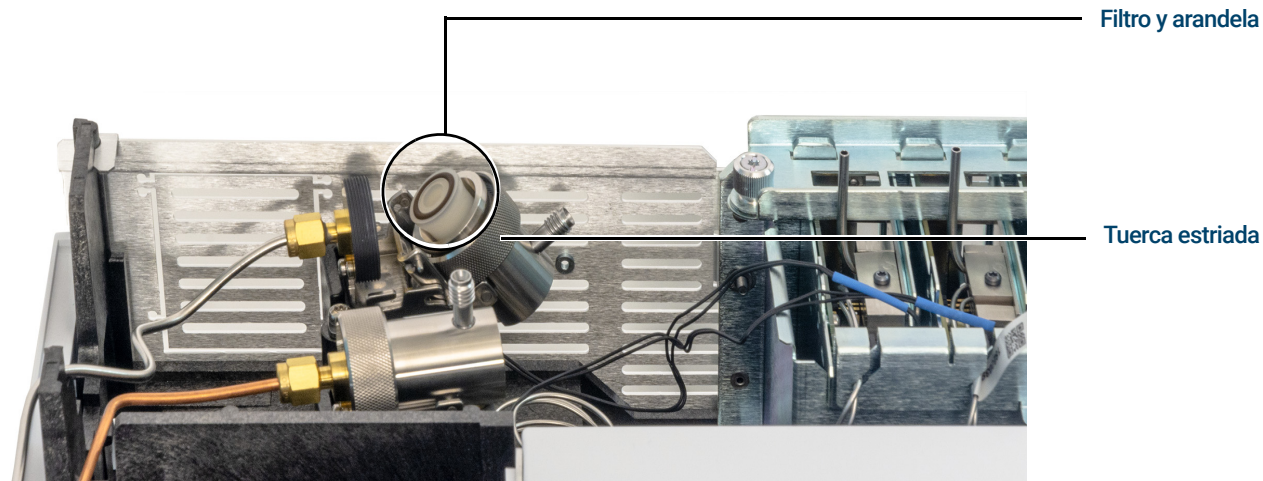

Figura 39. Deslice el conjunto de la trampa para dejar al descubierto el filtro
- 5 Deslice hacia atrás el conjunto de la trampa del soporte de montaje guiado e inclínelo hacia arriba para dejar al descubierto el filtro como se muestra en la **Figura 39**.